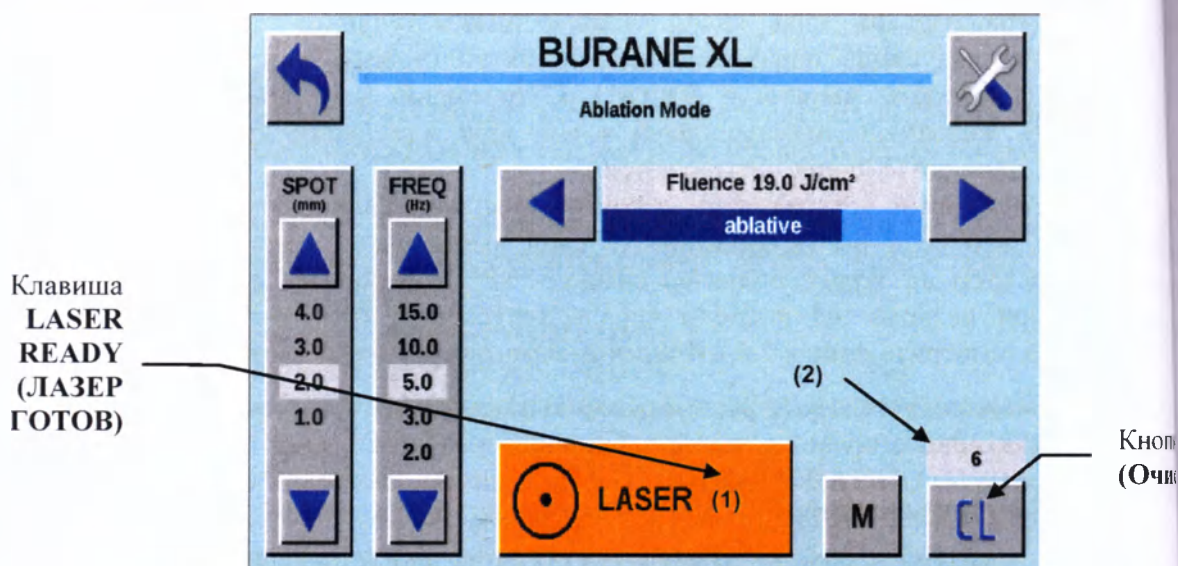

Рисунок 10: Экран процедуры обработки (лечения), демонстрирующий текущее излучение лазера
В правом нижнем углу экрана на экране счетчика импульсов (2) появляется количество импульсов, которое излучается в данный момент. Данные этого счетчика могут быть сброшены в любой момент при нажатии кнопки Очистить (Clear), которая тоже располагается в нижнем правом углу (смотрите рисунок 10: экран процедуры обработки (лечения), демонстрирующий текущее излучение лазера).